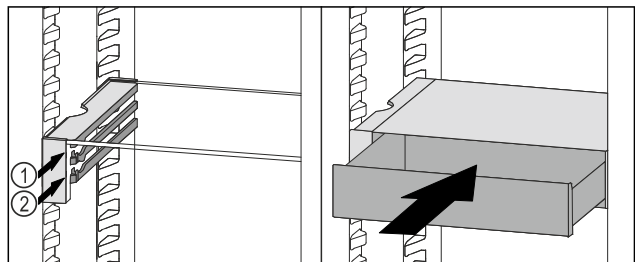

Fig. 90
- ▶ VarioSafe-Schubfach hinter den Stoppern auf gewünschter Rippe Fig. 90 (1) oder Fig. 90 (2) aufsetzen.